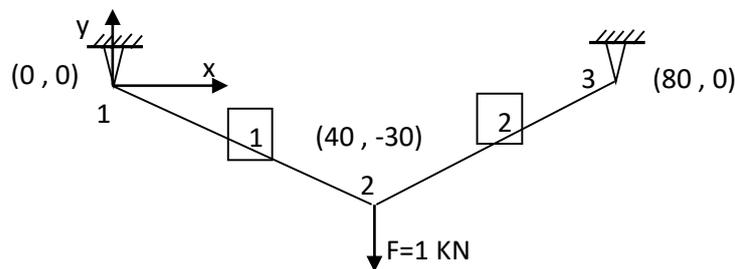

Figure 04 : système de deux tiges de suspension
Soit le système formé de deux barres métalliques (1) et (2) en acier dont la section est d'aire $A = 1 \text{ cm}^2$ et de module d'Young $E = 210000 \text{ MPa}$. Ces barres sont fixées sur des appuis doubles à leurs extrémités respectives aux nœuds 1 et 2 et connectées entre elles (par une liaison articulée) au nœud 3 (figure 04). Chaque barre a une longueur de 50 cm. Les coordonnées des nœuds 1, 2 et 3 sont respectivement en cm $(0, 0)$; $(40, -30)$ et $(80, 0)$. Une force verticale F d'intensité 1KN, dirigée vers le bas est appliquée au niveau du nœud 2.